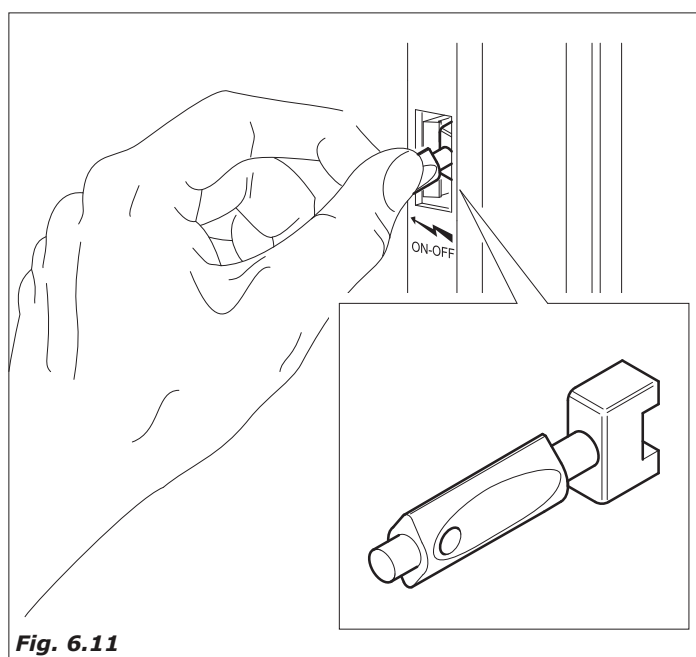

Fig. 6.11
- Pour certaines opérations, il est nécessaire d'opérer avec la porte ouverte, mais distributeur sous tension. Il est possible pour le personnel technique et compétent d'insérer la clef spéciale en plastique (clixon) fournie dans l'interrupteur de porte en la faisant tourner de 90° (figure 6.11).